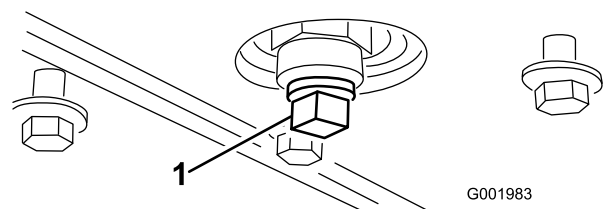

Figura 48
5. Togliete il tappo di spurgo. (Figura 48).